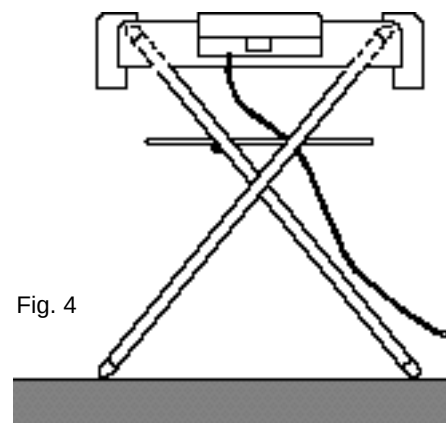

Fig. 4
- 5) De rooster zelf op de standaard plaatsen zoals geïllustreerd in fig. 4.